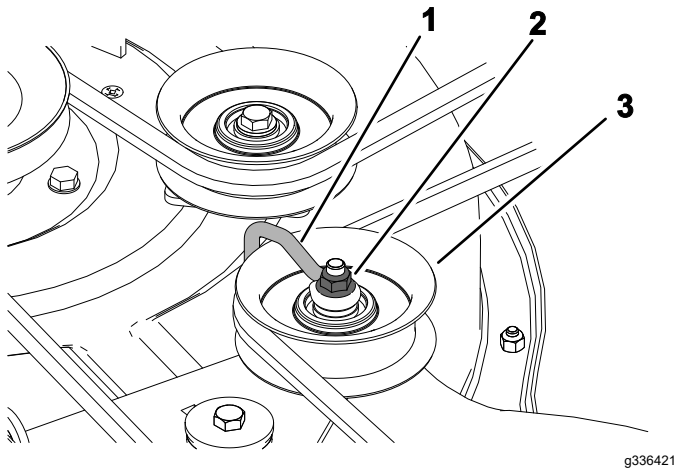

Figura 50
2. Tornillo (3)
- Afloje la tuerca que sujeta el soporte de alambre a la polea tensora (Figura 50).
Nota: Coloque el soporte de alambre contra el brazo tensor, como se muestra en la Figura 50.